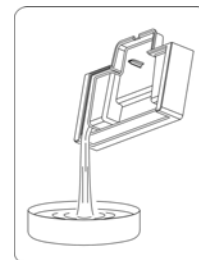

Рис. 10
Когда поднос для капель (8) наполнится водой, красный указатель её наполнения (9) поднимется над решёткой (7). Вынь с эспрессо целый набор подноса для капель (8) с решёткой (7) и вылей воду (Рис. 10). Всё вместе снова размести в эспрессе.